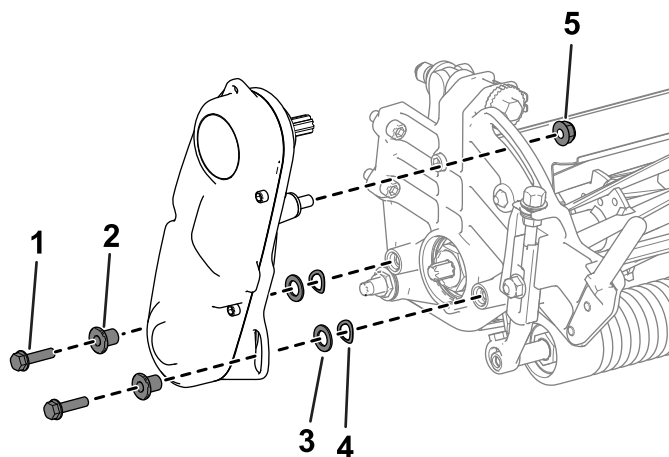

Figura 43
- Îndepărtați elementele care fixează ansamblul de acționare a cilindrului pe placa laterală (Figura 43).
- Îndepărtați ansamblul de acționare a cilindrului, aibele plate, aibele elastice și distanțierele de pe placa laterală (Figura 43).